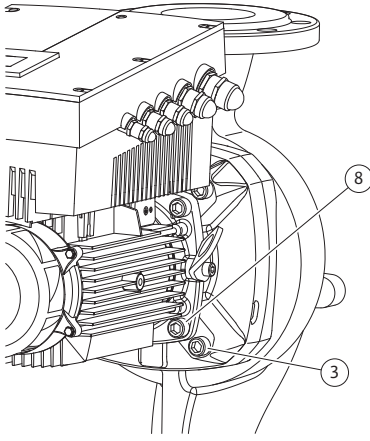

Fig. 52: Takma kitinin opsiyonel sabitlenmesi
11. Cıvataları (Fig. 7, Poz. 3) çıkarın. Pompa tipine bağlı olarak dış cıvatalar (Fig. 52, Poz. 3) çıkarılmalıdır. Takma kiti (bkz. Fig. 13) cıvataların alınmasından sonra güvenli olarak pompa gövdesinde kalır. Motor mili yatay durumdayken de devrilme tehlikesi yoktur.
16. Pompa tipine göre cıvataları (Fig. 7, Poz. 10) ya da alternatif olarak cıvataları (Fig. 52, Poz. 8) çıkarın.
22. Braketi dikkatlice mil üzerinden itin ve eski konumunda ve/veya tercih edilen açılı bir konumda motor flanşına konumlandırın. Bu sırada bileşenlerin izin verilen montaj konumlarına uyun (bkz. Bölüm 7.1 "İzin verilen montaj konumları ve montajdan önce bileşen düzeninin değiştirilmesi", sayfa 19). Braketi cıvatalarla (Fig. 7, Poz. 10) **ya da** – (Fig. 52) uyarınca pompa/braket tiplerinde – cıvatalarla (Fig. 52, Poz. 8) motor flanşına sabitleyin.